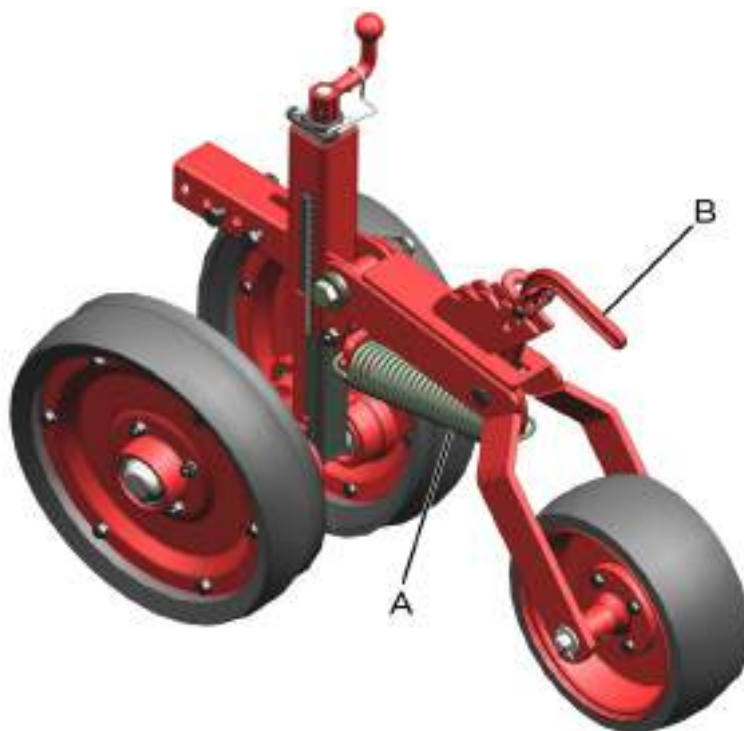

fig. 130
Para regular a pressão da roda compactadora, ajuste a pressão da mola (A) (fig. 130) deslocando a alavanca (B). Quanto maior a pressão da mola, maior será a pressão exercida sob a semente.
Certifique-se de que a alavanca (A) (fig. 130) está na mesma posição em todas as linhas de plantio.